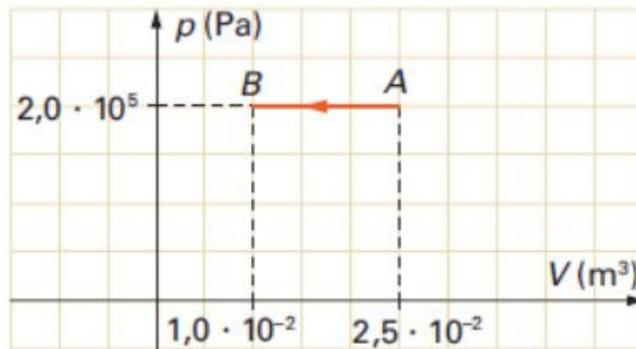

Figura 8.14: Compressão isobárica (Fonte: Gaspar, 2013, p. 271)
2. O gráfico $p \times V$, na figura 8.14, representa o trecho AB de uma transformação isobárica de um sistema termodinâmico constituído por uma amostra de gás. Durante a compressão, o gás troca com a vizinhança $7,60 \times 10^3 \text{ J}$.